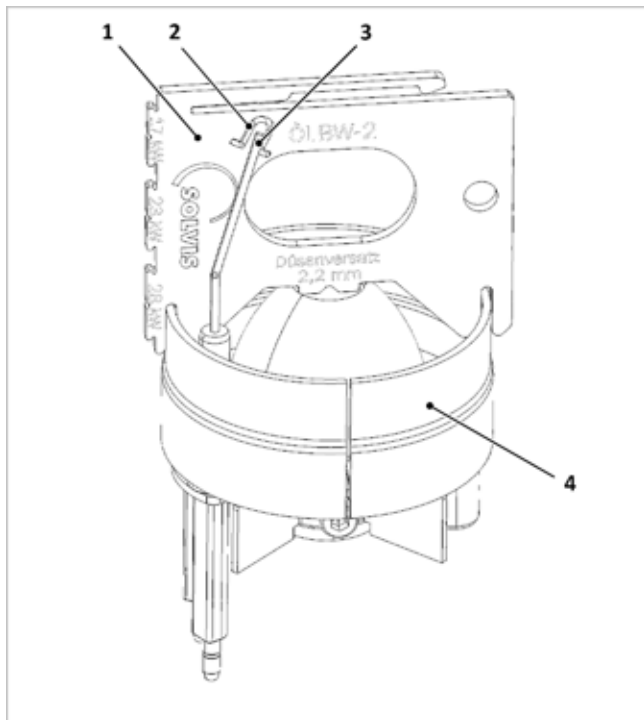

Fig. 118: Controllo degli elettrodi di accensione
1. Posizione degli elettrodi (3) come nella → fig. 118 da controllare ed eventualmente correggere piegando con cautela.
2. Controllo della lunghezza minima. L'estremità inferiore della finestra di controllo (2) del calibro di regolazione fornisce la lunghezza minima degli elettrodi di accensione. Se la lunghezza degli elettrodi è solo leggermente questi dovranno essere sostituiti.